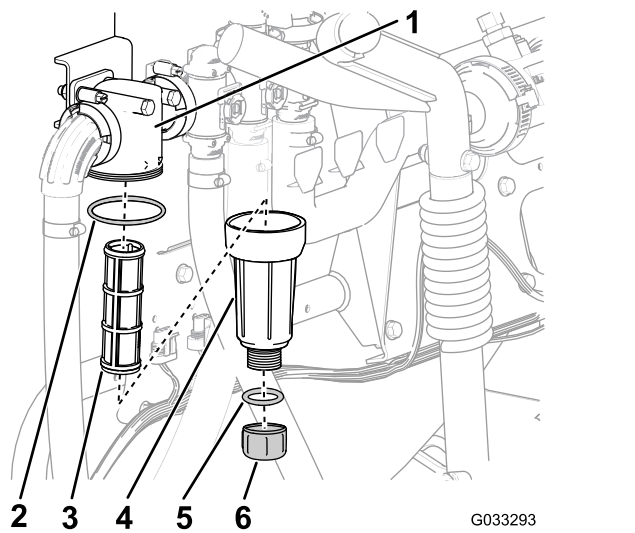

Figura 61
- Coloque un recipiente de drenaje debajo del filtro de presión (Figura 61).
3. Gire el tapón de vaciado en sentido antihorario y retírelo de la cubeta del filtro de presión (Figura 61).
4. Enrosque la cubeta en sentido antihorario y retírela de la cabeza del filtro (Figura 61).
5. Retire el elemento usado del filtro de presión (Figura 61).
6. Inspeccione la junta tórica del tapón de vaciado (situada dentro de la cubeta) y la junta tórica de la cubeta (situada dentro de la cabeza del filtro) en busca de daños o desgaste (Figura 61).
7. Instale el elemento nuevo del filtro de presión en la cabeza del filtro (Figura 61).
8. Instale la cubeta en la cabeza del filtro, y apriétela a mano (Figura 61).
9. Instale el tapón en la cubeta, y apriételo a mano (Figura 61).